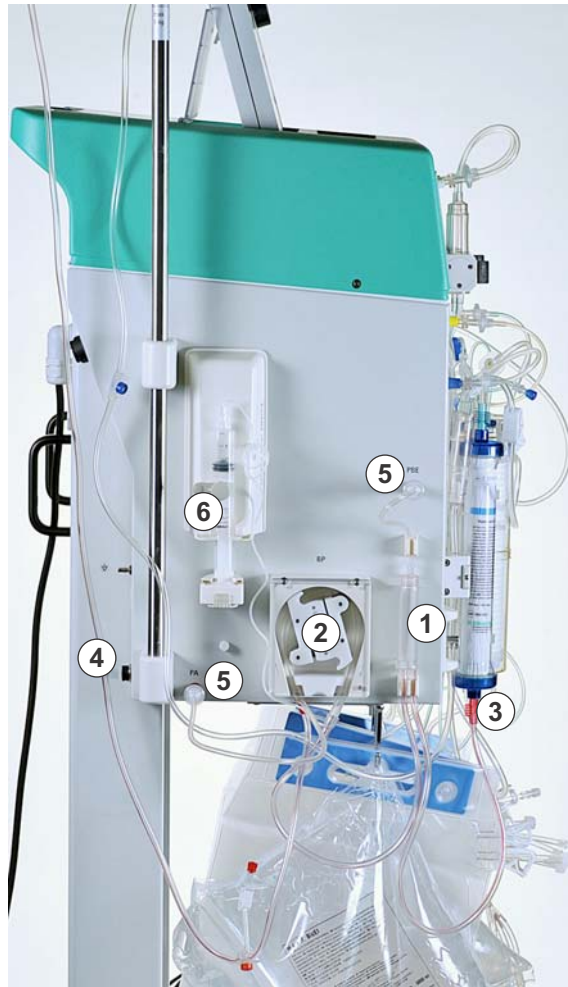

Abb. 4-13 Anbringen der arteriellen Leitung
1. Arterielle Kammer in die Halterung (Abb. 4-13, ①) einlegen.
2. Pumpensegment der arteriellen Leitung mit der roten Markierung nach links in die Blutpumpe (Abb. 4-13, ②) einlegen.
3. Arterielle Zulaufleitung an den Einlauf des Plasmafilters (Abb. 4-13, ③) anschließen.
4. Arterielle Leitung (Abb. 4-13, ④) an den vorbereiteten Kochsalzbeutel anschließen, der an der Infusionsstange hängt.
5. Beide Druckaufnehmer (Abb. 4-13, ⑤) anschrauben.
8. Die Spritze in der Halterung der Heparinpumpe (Abb. 4-13, ⑥) befestigen.